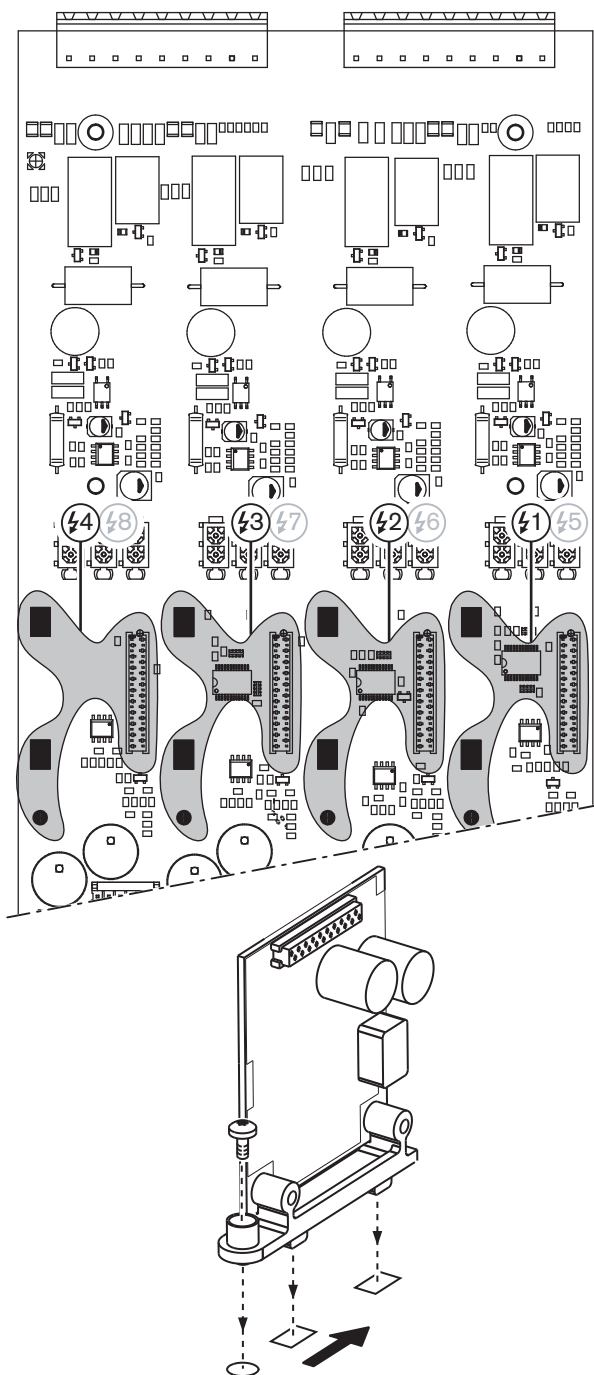

figura 12.4: Installazione della scheda di supervisione master
- 1 Togliere il coperchio dall'amplificatore di potenza e posizionare la scheda di uscita (vedere figura 12.4).